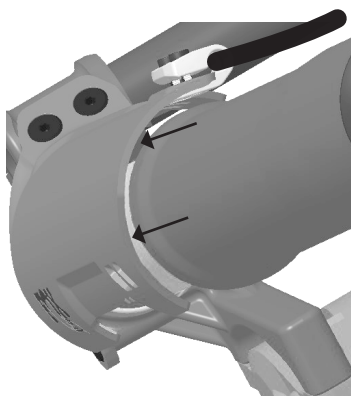
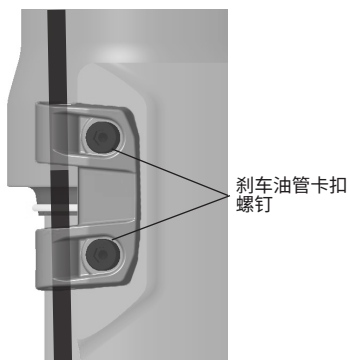

图 10: 前叉护板内侧间隙均匀, 防止摩擦 (俯视图)
图 11: 拧紧刹车油管卡扣螺钉
6. 最后, 检查刹车油管和卡扣现在所处的位置能否保证在整个前叉护板内侧都有均匀的间隙, 以防止发生任何摩擦(图 10)。使用 2.5 mm 六角钻头和扭矩扳手将两个刹车油管卡扣螺钉拧紧至 $0.9\text{ N}\cdot\text{m}$ (8 in-lb)。(见图 11)。